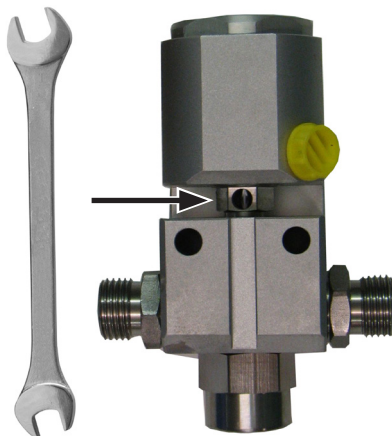

Abb. 11 Packungsschraube mit Gabelschlüssel SW13 anziehen
12. Ziehen Sie die Packungsschraube mit einem Gabelschlüssel SW 13 im Uhrzeigersinn 1/4 Umdrehung an (siehe Abb. 11 auf Seite 31).